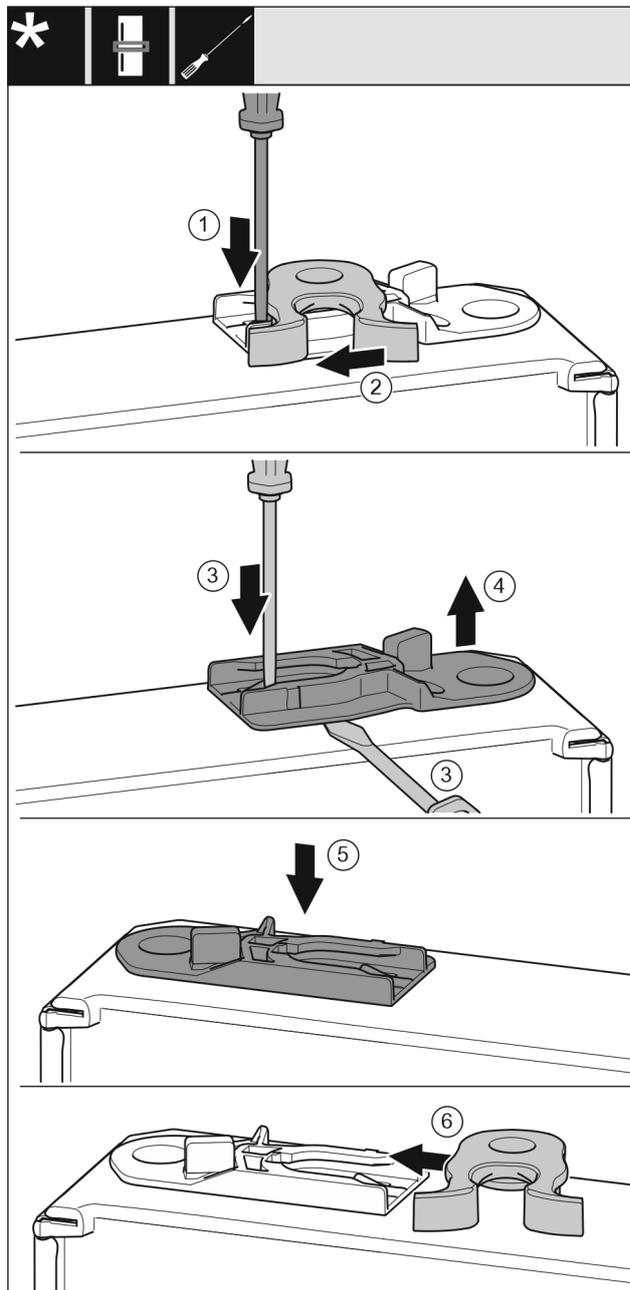

Fig. 19
- ▶ Pousser la languette Fig. 19 (1) vers le bas avec un tournevis plat.
- ▶ Retirer la gâche Fig. 19 (2) du guide.
- ▶ Retirer la douille de guidage Fig. 19 (3, 4) : Presser la languette avec un tournevis plat tout en faisant passer un autre tournevis plat sous la douille de guidage.
- ▶ Insérer la douille de guidage Fig. 19 (5) fournie de l'autre côté du boîtier.
- ▶ Insérer la gâche Fig. 19 (6) dans le guide.